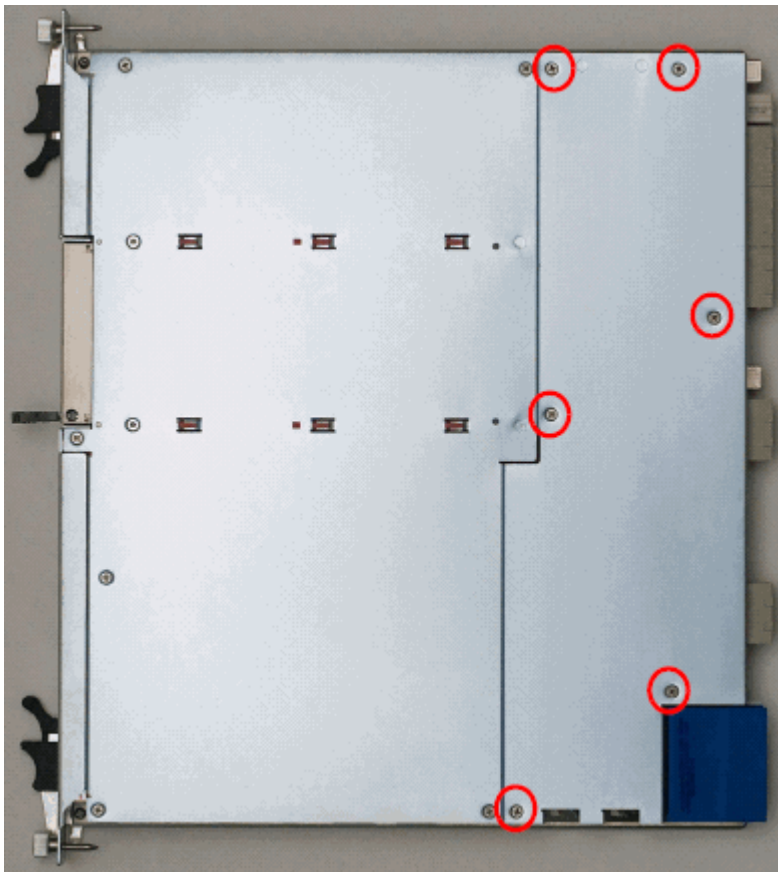

Рисунок 7-8: Позиции винтов крышки микросхем памяти FB DIMM
1. С помощью соответствующей крестовой отвертки с наконечником Phillips отвинтите шесть винтов крышки микросхем памяти (см. рисунок 7-8) и снимите крышку.